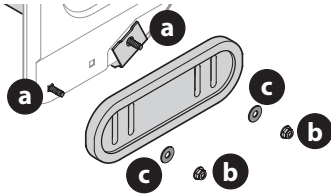

Figure 80
2. Faites pivoter le patin et fixez-le avec les boulons de carrosserie (a) (deux de chaque côté), les écrous à bride hexagonaux (b) et les rondelles plates (c). Voir Figure 80.